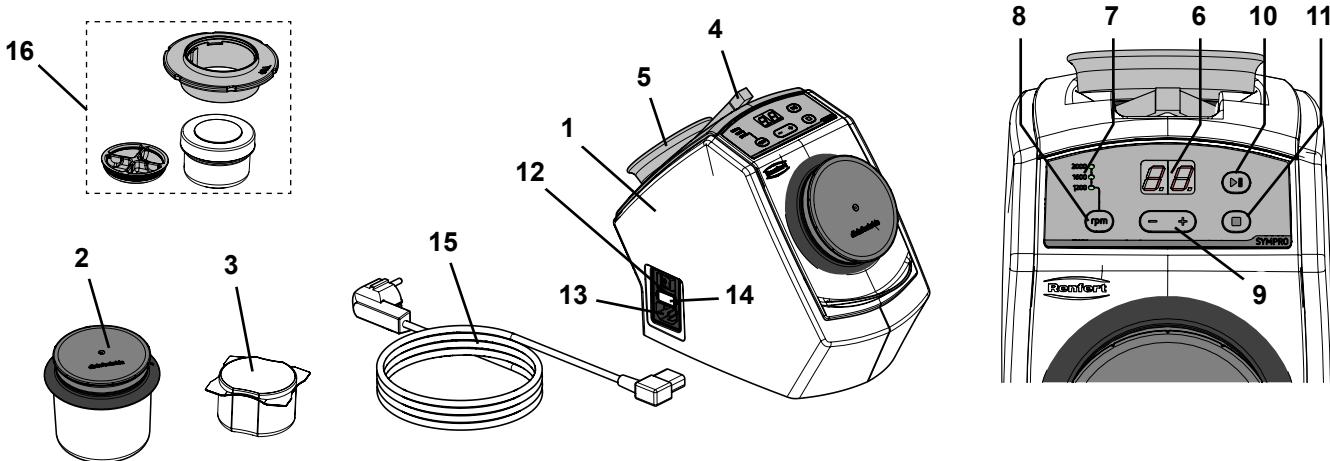

图 1
- ⇒ 镊子和磁铁位于机身后端的凹槽内（图 1）。
- ⇒ 选择适当的插头和电源线（15, 图 1）。
- ⇒ 将电源线与电源（13, 图 1）连接。
- ⇒ 打开设备开关（12, 图 1）。
- ⇒ 将75克清洗针（相当于一包）放入清洁杯（2, 图 1）。
- ⇒ 将～5克清洗针放进SYMPRO 义齿清洁迷你杯（16, 图 1）。